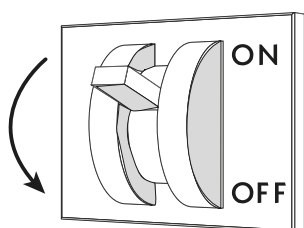

Abb. 38
- Trennen Sie das Kühlmöbel mit Hilfe des Wandschalters vom Stromnetz ("Abb. 38").